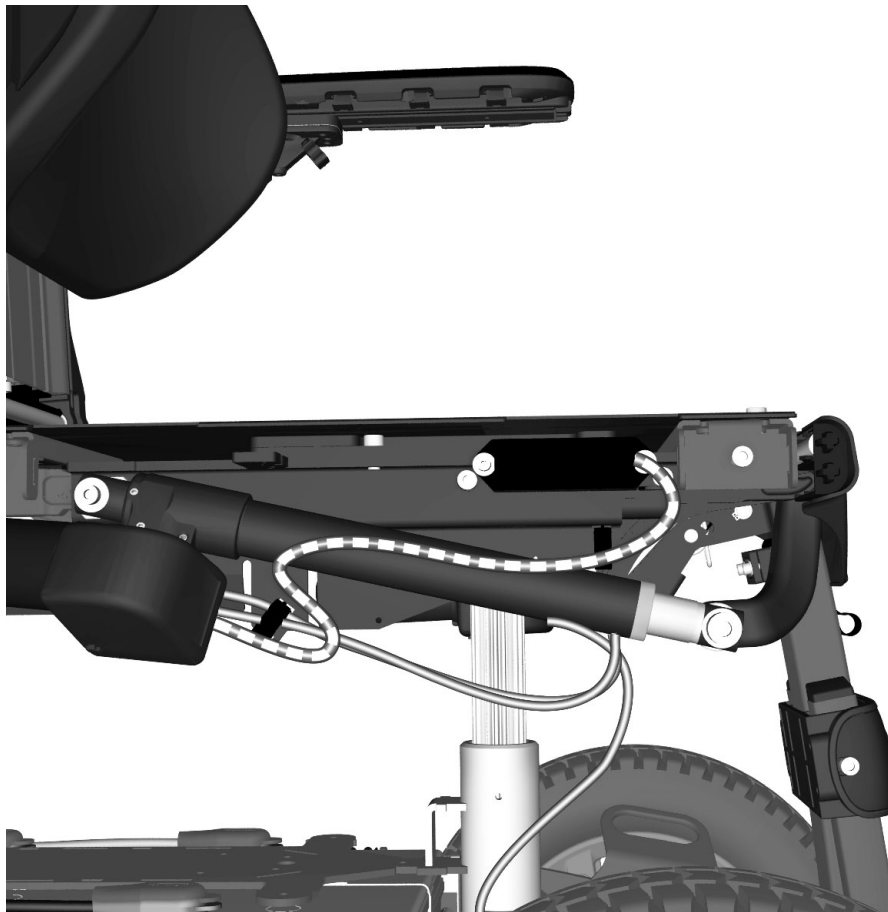

Abbildung 171. Kabel der Stellvorrichtung.
3. Kontakt der Stellvorrichtung vom Kontaktblock über der Stellvorrichtung entfernen. Siehe Abbildung. 171. Kontakt gerade herausziehen. Kabel der Stellvorrichtung von seinen Haltepunkten lösen. Anordnung der Kabel für die Rückmontage notieren.